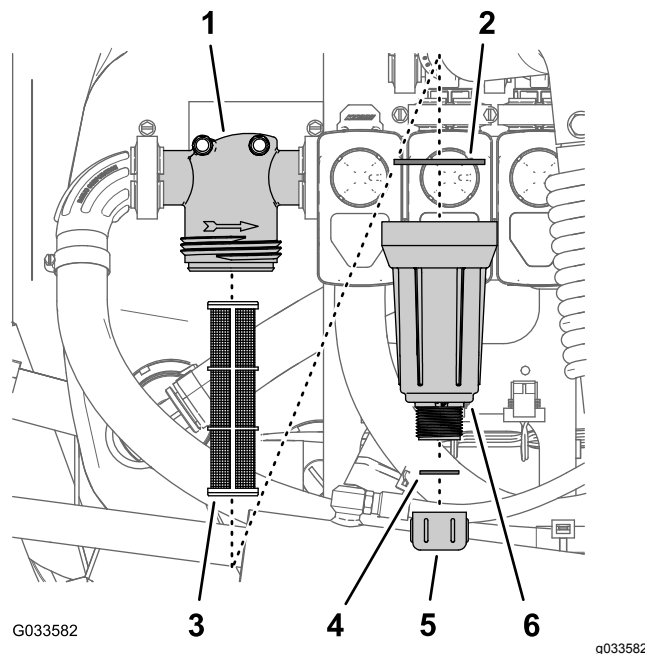

Figura 97
2. Coloque un recipiente de drenaje debajo del filtro de presión (**Figura 97**).
3. Gire el tapón de vaciado en sentido antihorario y retírelo de la cubeta del filtro de presión (**Figura 97**).
4. Enrosque la cubeta en sentido antihorario y retire la cabeza del filtro (Figura 97).
5. Retire el elemento del filtro de presión (Figura 97).
7. Inspeccione la junta del tapón de vaciado (situada dentro de la cubeta) y la junta de la cubeta (situada dentro de la cabeza del filtro) en busca de daños o desgaste (Figura 97).
8. Instale el elemento del filtro de presión en la cabeza del filtro (Figura 97).
9. Instale la cubeta en la cabeza del filtro, y apriétela a mano (Figura 97).
10. Coloque el tapón de vaciado en el acoplamiento inferior de la cubeta, y apriete el tapón a mano (Figura 97).